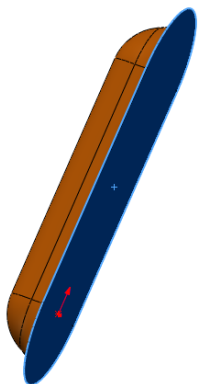

图 10-137 选择草图基准面
(8) 单击图 10-137 中的底面, 然后单击“标准视图”工具栏中的 (正视图) 按钮,